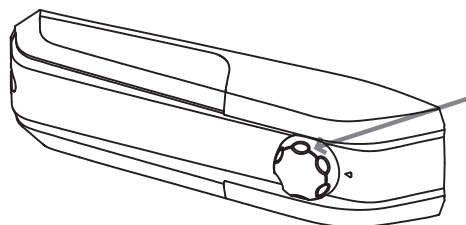

Fig. 1
- L'unité du thermostat pour la commande de l'appareil est localisée à l'intérieur du compartiment du réfrigérateur (Fig. 1). Faire tourner le bouton du thermostat au-delà de la position « 0 ». La lumière s'allume lorsque la porte du réfrigérateur est ouverte. Pour éteindre complètement le produit, tourner le bouton sur « 0 ».